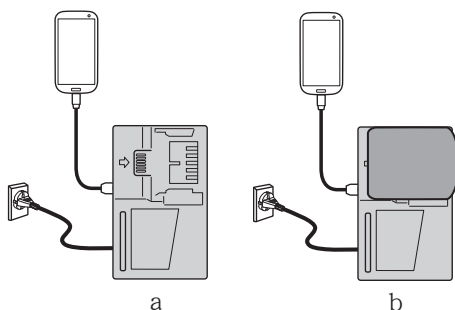

图 36
- (1) 选择充电方式
- 将 USB 设备插入插座进行充电（图 36-a）。
- 将 USB 设备和电池插入插座进行充电。（图 36-b）